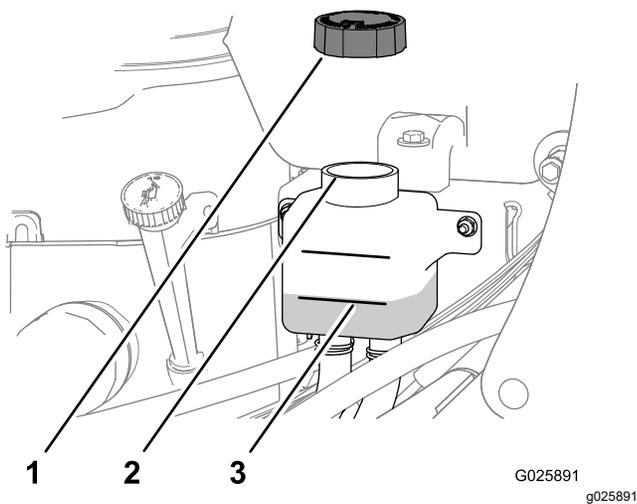

Figure 67
- Enlevez le bouchon du vase d'expansion et contrôlez le niveau de liquide hydraulique à l'intérieur (Figure 67).
4. Au besoin, faites l'appoint de liquide de transmission spécifié jusqu'à ce que le niveau atteigne le repère maximum à froid sur le vase d'expansion (Figure 67).